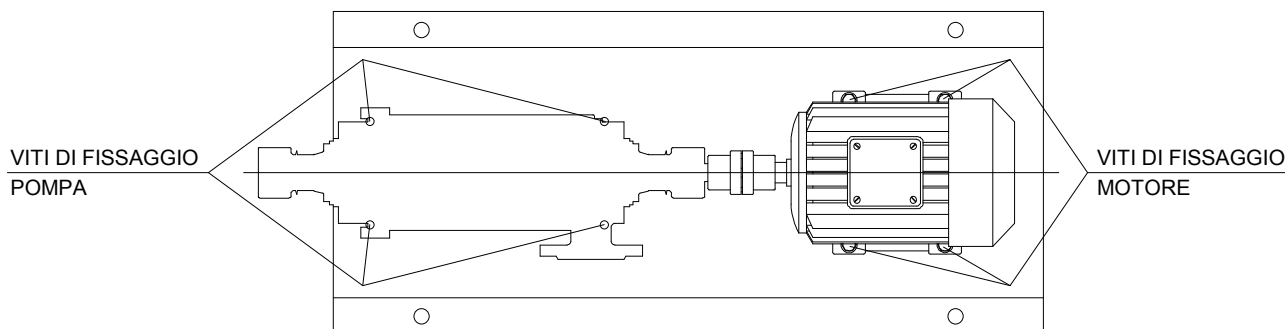

Fig. 19
- 8 - Posizionare il motore elettrico sul basamento accostando i due semigiunti a una distanza tra i due di circa 2 mm e mantenendo un allineamento del motore in modo coassiale alla pompa. Qualora le altezze dell'asse della pompa e del motore non fossero uguali bisognerà intervenire con opportuni spessori calibrati da posizione sotto i rispettivi piedi. Contrassegnare i fori dei piedi del motore e/o della pompa. Togliere il motore e/o la pompa ed eseguire la foratura e la maschiatura, pulire e rimontare il tutto fissando debolmente le apposite viti (vedere la fig. 19).